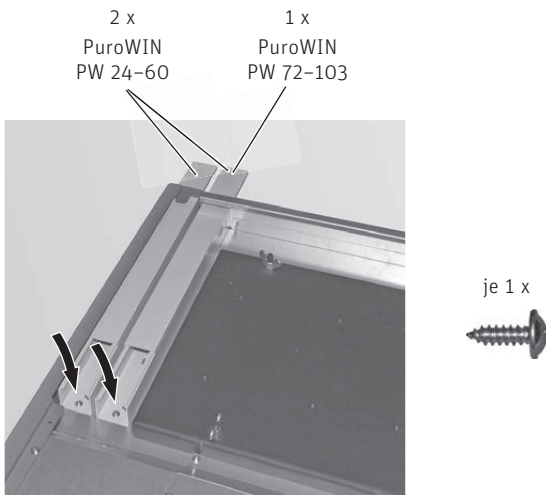
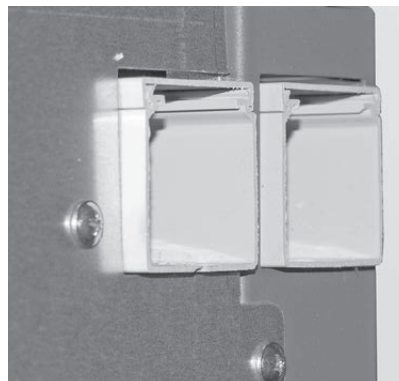

Fig. 78 Kabelkanäle fixieren
Fig. 79 Kabelkanäle müssen ca. 5 mm hinten überstehen
- ▶ Beide Kabelkanäle mit je 1 Blechschraube fixieren (Fig. 78), Kabelkanäle müssen hinten bei Rückwandverkleidung ca. 5 mm überstehen – Fig. 79.